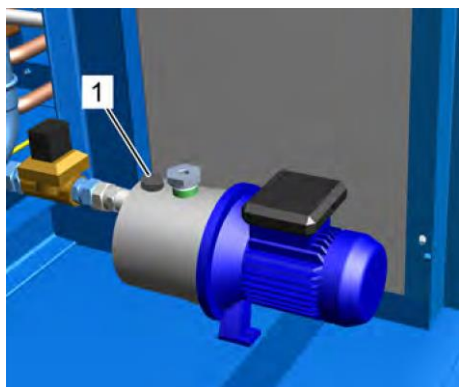

Рис. 35: Водяной насос
8. ► Удалите пробку для выпуска воздуха на водяном насосе (Рис. 35/1), заполните насос водой и снова закройте пробку для выпуска воздуха.